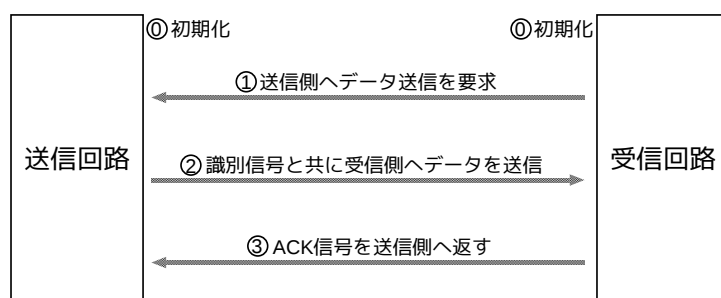

図 5: データ送受信の流れ
本実験で設計するデータ送受信方式の模式図を図 5 に示す．この方式は，以前よりパソコン通信等で用いられていたプロトコルである XMODEM と呼ばれる非同期伝送方式を基本としたものである．本実験では，1 つの 8 ビットデータの送受信を行う平行伝送回路を設計するが，図 5 の① ～ ③ を繰り返すことにより，多数の 8 ビットデータを伝送することができる．なお，今回はストップビットやパリティビットは実装していない．